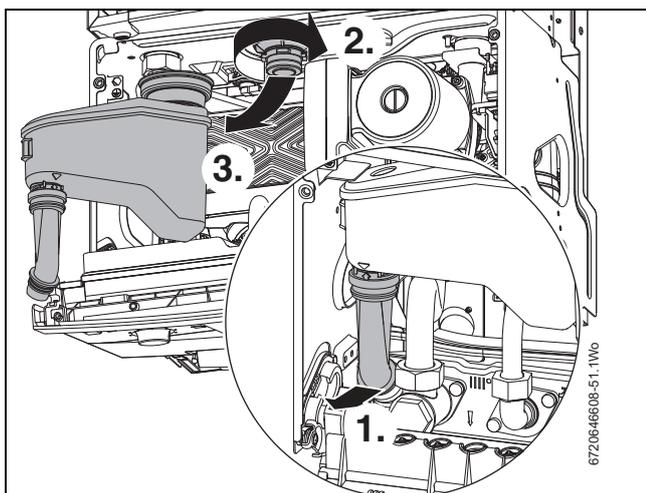

Fig. 67 Limpiar el sifón
1. Proteger el cuadro de maniobra contra un posible ingreso de agua y desconectar la manguera de descarga negra (Fig. 67, [1]) del conector del bastidor mural.